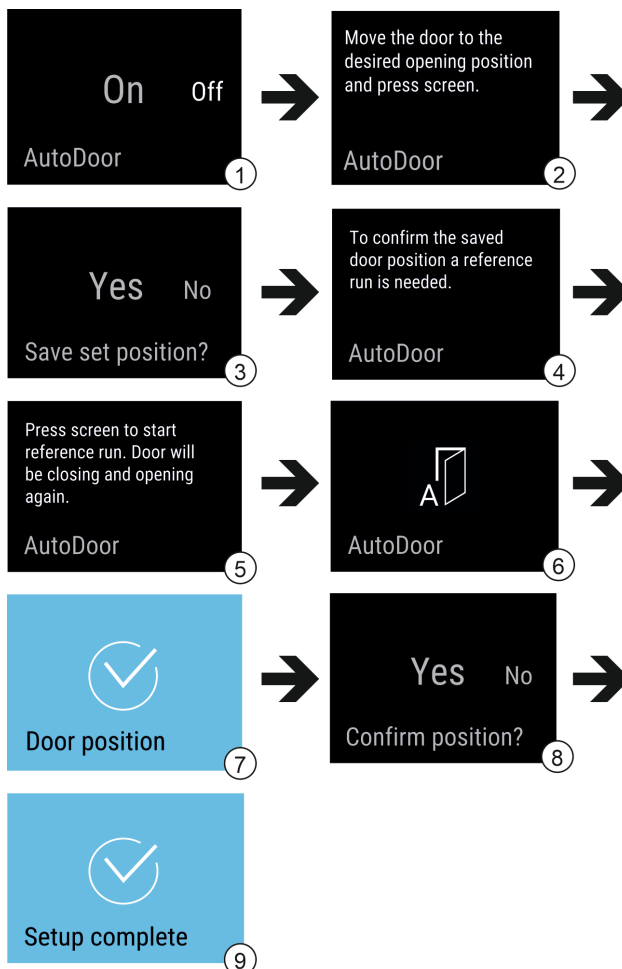

Fig. 10 Voorbeeldweergave van de weergaves in het Engels
- AutoDoor activeren: Weergave in display op On vegen. Fig. 10 (1)
- Gedurende 3 seconden op display drukken. Fig. 10 (1)
- Deuropeningshoek configureren: Deur minstens 70° openen. Fig. 10 (2)
- Deuropeningshoek bevestigen: Op displaymelding tikken. Fig. 10 (3)
- ▶ Referentiebeweging starten: Op display tikken. *Fig. 10 (5)*
- ▷ Display knippert. *Fig. 10 (6)*
- ▷ Referentiebeweging succesvol: Display wordt 2 seconden blauw. *Fig. 10 (7)*
- ▶ Deuropeningshoek bevestigen. *Fig. 10 (8)*
- ▷ Display wordt blauw. *Fig. 10 (9)*